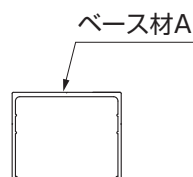
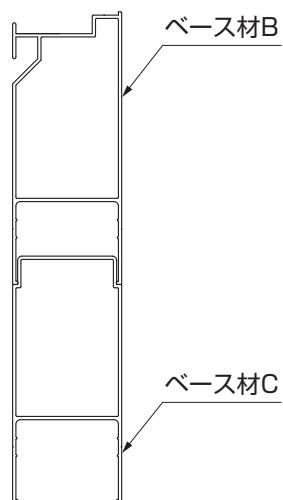

図2-23
図2-24
- ベース材には種類があります。（図2-23、図2-24、図2-25参照）